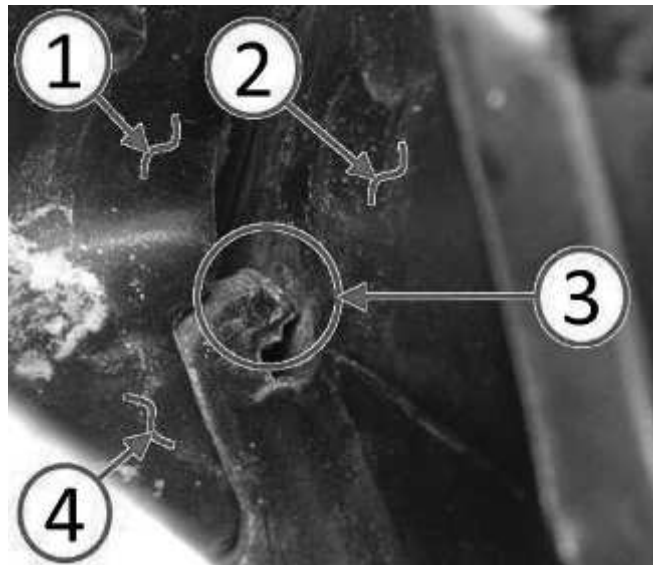

Fig. 2 Nahaufnahme des Kontaktbereichs unter der Abdeckung des Windlaufblechs
3. Mit einer Taschenlampe auf einen Kontakt (Metall auf Metall) einer Blechmetallflasche (3) mit dem inneren Karosserieblech (2) an den Außenenden (hintere Ecken) des Luftsammlers (1, 4) prüfen. Der Kontakt wird sich unter dem Haubenscharnier auf der Seite des Fahrzeugs finden, von der das Geräusch hauptsächlich ausging (Fig. 2).